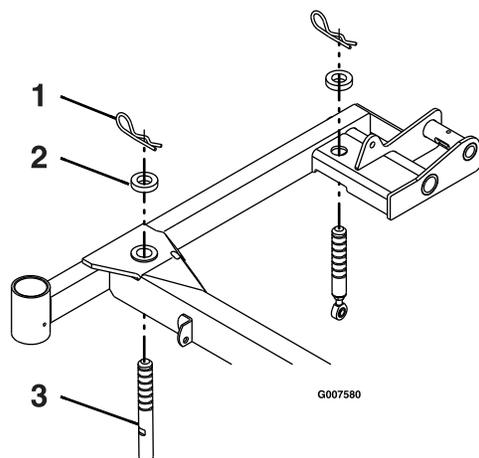

Рисунок 77
4. Убедитесь, что все игольчатые шплинты находятся в отверстиях, соответствующих высоте скашивания 7,62 см деки газонокосилки, а проставки установлены под игольчатыми шплинтами (Рисунок 77).
5. Уменьшите или увеличьте длину каждого опорного штифта деки газонокосилки, чтобы получить высоту кромки ножа 7,62 см в передней части деки и 8,26 см в задней части деки (Рисунок 77).